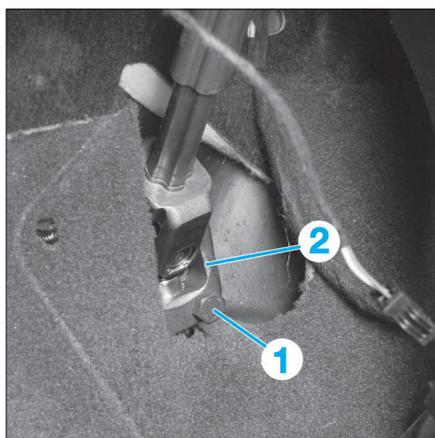

FIG. 3
- Déposer la vis (1) de joint de cardan (2) de la colonne de direction puis désaccoupler l'ensemble (Fig.3).
- la vis de bridage (1) du joint de cardan inférieur (2) de la colonne sur le boîtier de direction (Fig.3).